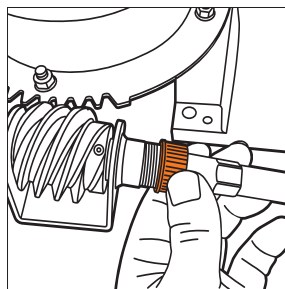

Рис. 28
- Вставьте гибкий вал осью в шестерню привода желоба и зафиксируйте соединительной гайкой (Рис. 28).